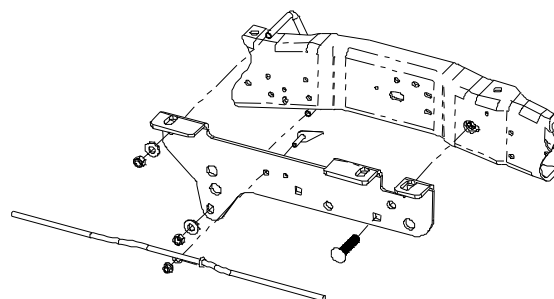

Figura 4b
- a. **Para kit de largueros 1999-2004** Use las piezas que se quitaron en el paso 3 para instalar el cable superior del freno al soporte del bastidor como se muestra en la Figura 4b.